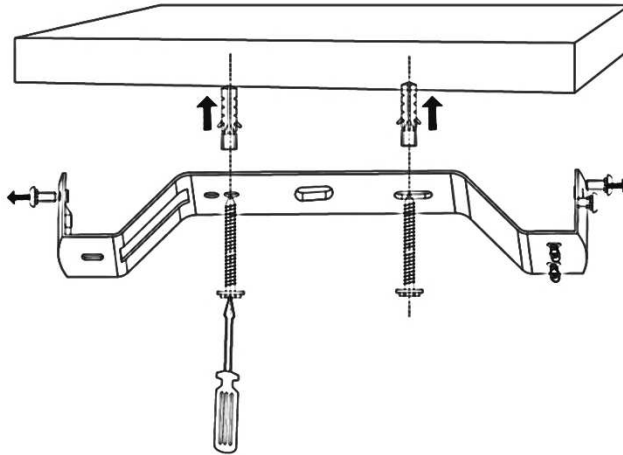

Abb. 2
- Nehmen Sie die Schrauben von der Halterung (Abb.2) an der Motorhalterung ab. Abb. 3